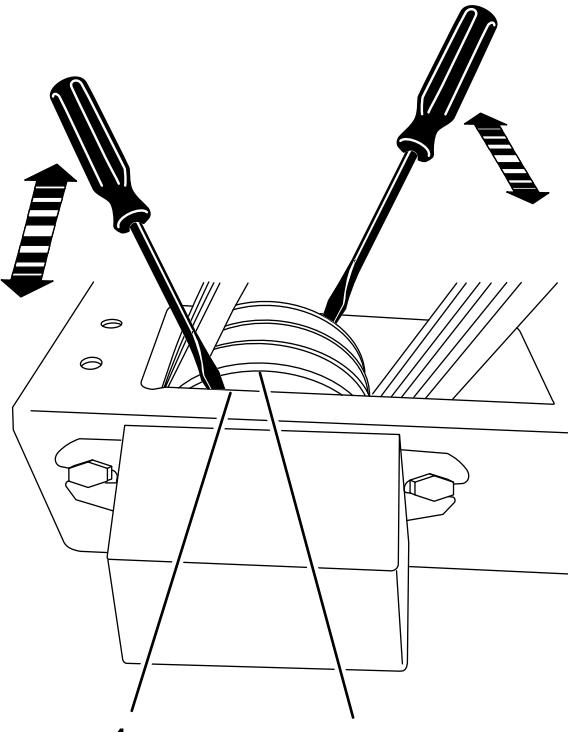

Figura 50
- Compruebe que la polea del eje está bien sujetada al eje haciendo palanca con un destornillador entre el hueco de la base y los extremos de la polea (Figura 50). Si la polea no está bien sujetada al eje, alinee y sujetela la polea; consulte el paso 3 de Alineación de las poleas (página 38).